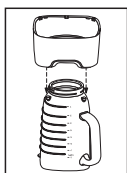

Fig. 3
- a. Coloque la jarra boca abajo y coloque el collar en la abertura pequeña/inferior del vaso, asegurándose de que las muescas del collar encajen en las cuatro lengüetas del vaso (Fig. 3).